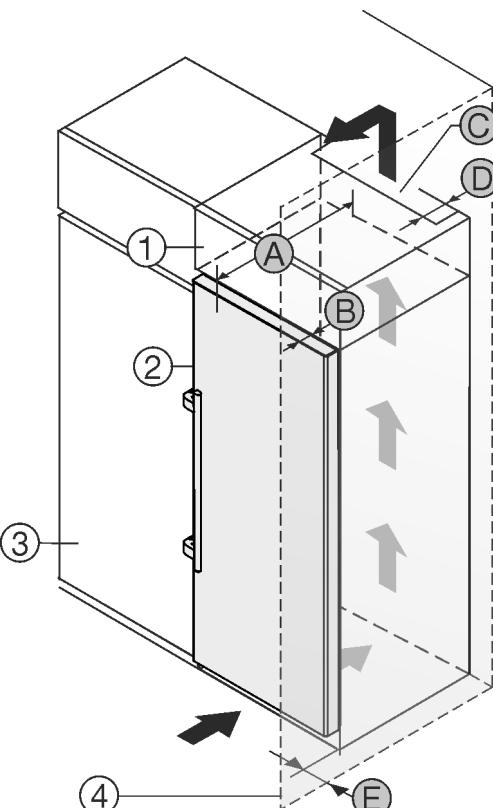

Fig. 2
您可以将冰箱直接放置在餐具柜 Fig. 2 (3) 旁边。*
在附加柜背面必须有一个竖风道，其深度 Fig. 2 (D) 应超过整个附加柜宽度。*
盖板下必须保有通风横截面 Fig. 2 (C)。*
如果将带铰链的冰箱放置在墙壁 Fig. 2 (4)边，冰箱和墙壁必须至少相距 57 mm。这取决于冰箱门打开时把手与墙壁的距离。
为了能完全打开门，冰箱必须凸出橱柜正面一定门深度 Fig. 2 (B)。根据餐具柜 Fig. 2 (3)的深度，使用壁距调整垫片可以使冰箱更为凸出。*